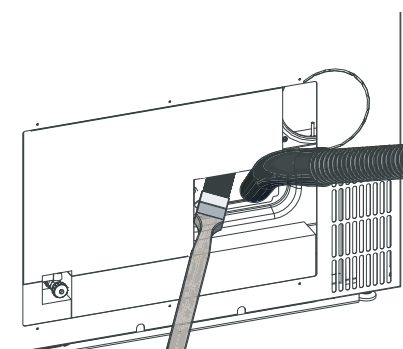

Fig. 60 Pulire le parti superiori del vano cenere con una spazzola e poi aspirare il vano cenere
- ▶ Pulire le parti superiori del vano cenere con una spazzola e poi aspirare il vano cenere – Fig. 60.